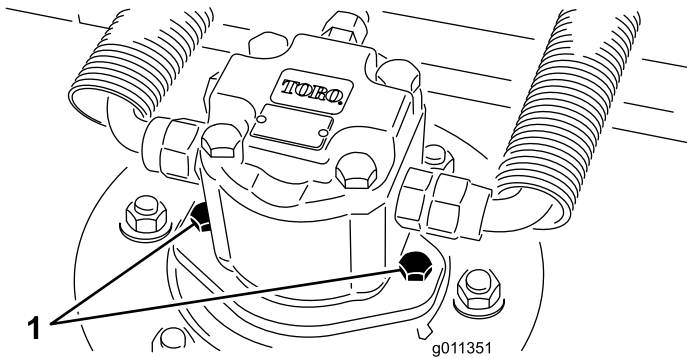

図 92
2. カッティングユニットから油圧モータを外す **図 92**。異物につかないように、スピンドル上部にはカバーを掛けておく。
3. カッティングユニットに油圧モータを取り付ける **図 92**。Oリングを忘れずに、また、損傷させないように注意して取り付ける。